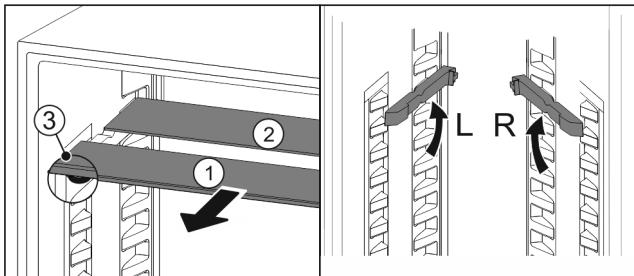

Fig. 107
- ▶ Steklene plošče posamično izvlecite Fig. 107 (1) naprej.
- ▶ Steklena plošča Fig. 107 (1) z okrasno letvijo je spredaj.
- ▶ Zaustavljalniki Fig. 107 (3) so obrnjeni navzdol.